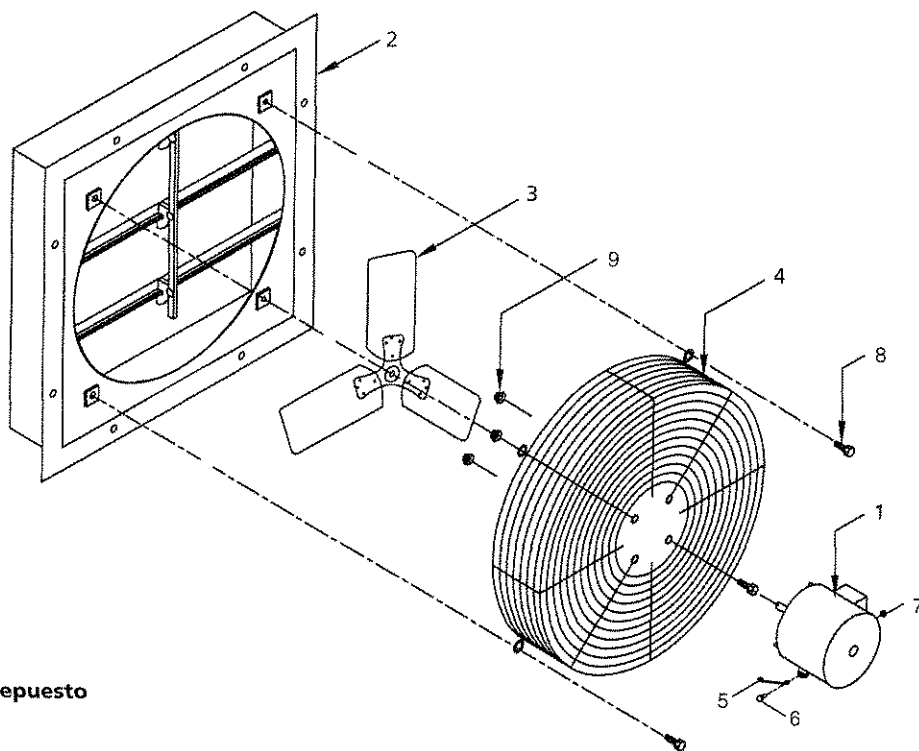

Ilustración 3 - Diagrama de las piezas de repuesto
1. Remítase a la ilustración de las piezas de repuesto (Ilustración 3).
⚠ PRECAUCIÓN *Si se daña la hélice, no intente repararla. Reemplácela con una pieza debidamente equilibrada (ver Ilustración 3 Referencia No. 3).*